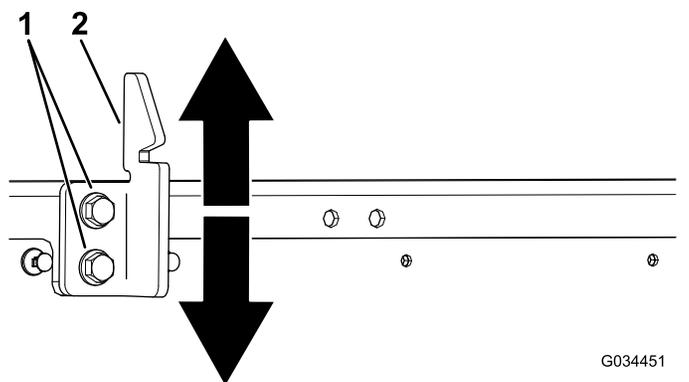

Figura 63
3. Desaperte os dois parafusos na régua do trinco da caixa e mova a régua para cima ou para baixo, dependendo se a régua está muito alta ou muito baixa (Figura 63).
4. Aperte os dois parafusos na régua do trinco da caixa (Figura 63).